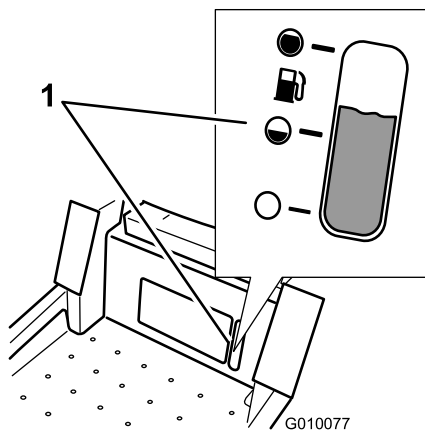

Figure 12
Le viseur de niveau, situé sous le poste de conduite, permet de vérifier le niveau d'essence dans le réservoir (Figure 12).
**Remarque:** Vous pouvez utiliser le regard situé sous le poste de conduite pour vérifier la présence d'essence avant de faire le plein (Figure 12).